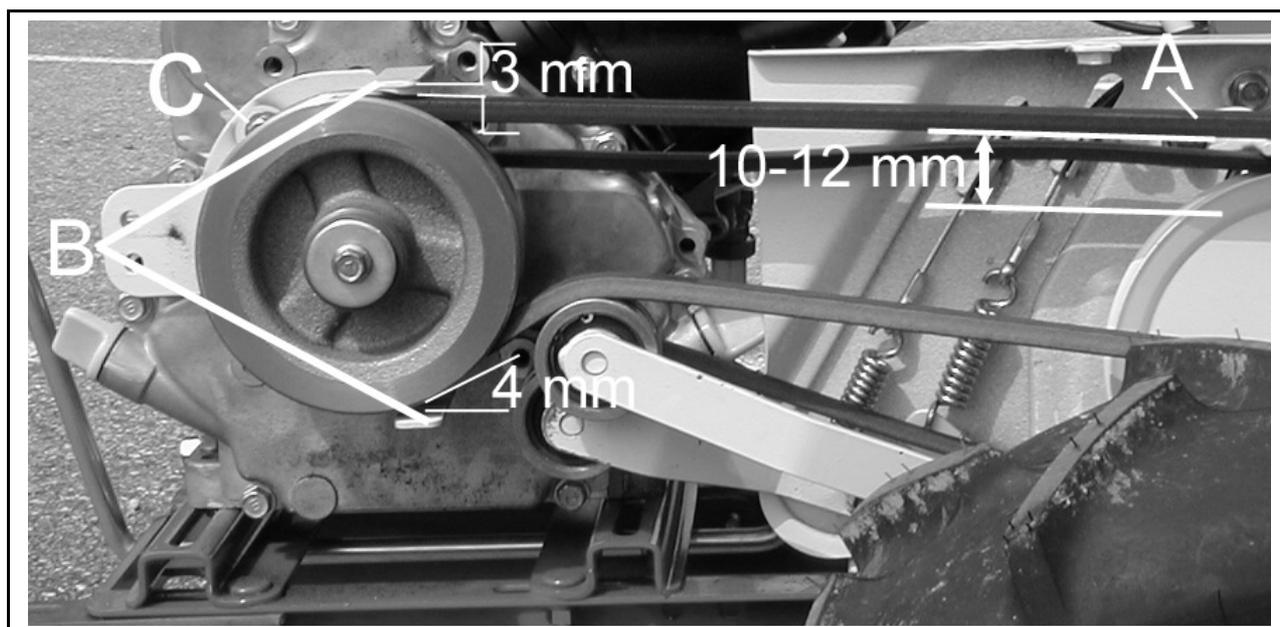

Figure 23
- Quand vous appuyer sur cette courroie avec un doigt (figure 23, repère A) la flèche doit être comprise entre 10 et 12 mm (figure 23). Si tel n'est pas le cas, modifier la tension du câble de commande des lames. Reportez-vous au chapitre « **Tension du câble commandant la rotation des lames** » page 22.
- Vérifiez aussi l'espace entre la courroie et les pattes de la pièce empêchant la courroie de sauter (figure 23, repère B).
- L'espace entre la patte supérieure et la courroie doit être de 3 mm (figure 23).
- L'espace entre la patte inférieure et la courroie doit être de 4 mm (figure 23).
- Dans le cas contraire, dévissez l'écrou maintenant cette pièce (figure 23, repère C), puis bouger la jusqu'à respecter les jeux. Revissez l'écrou, le réglage effectué.